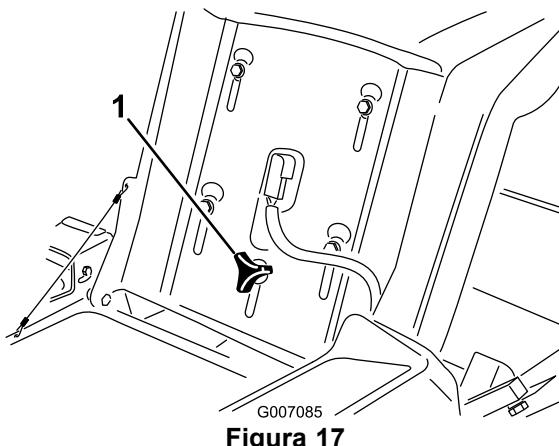

Figura 17
- Alzate il sedile e allentate la manopola di regolazione appena a sufficienza per poter muovere il sedile (Figura 17).